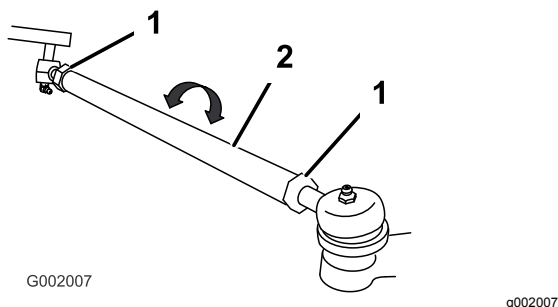

Bild 49
5. Wenn der Wert nicht im angegebenen Bereich liegt, lösen Sie die Klemmmuttern an beiden Ende der Spurstangen (**Bild 49**).